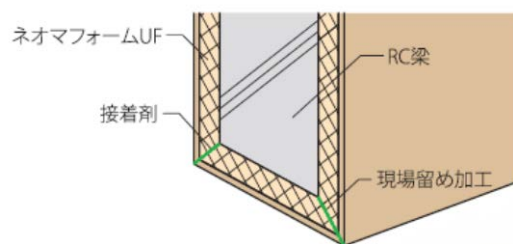

図9：端部（梁部出隅）納まり例
- ・出隅部は現場で留めにする等、型枠脱型後に無機質板が露出する様にしてください。（図9）